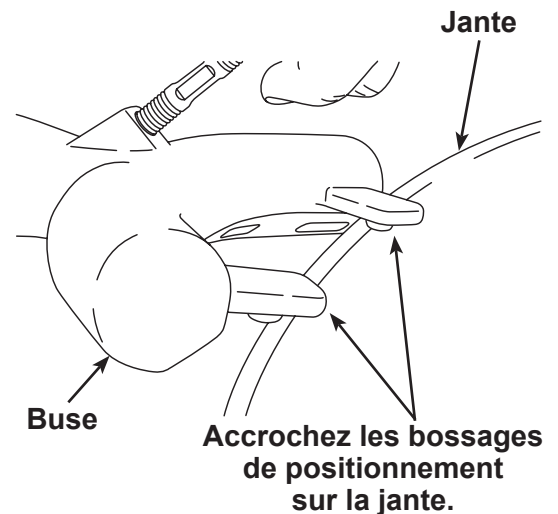

Figure 1
6. Placez la buse sur la roue, en face de la valve de pneu, accrochant la jante avec les deux bossages de positionnement situés sur la partie inférieure de la buse. Voir Figure 1.